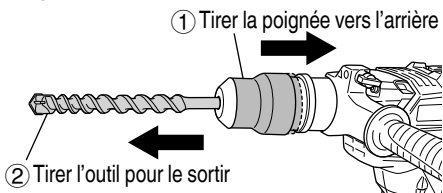

Fig. 11
- (3) Tirer sur l'outil pour s'assurer qu'il est bien verrouillé à fond.
- (4) Pour retirer l'outil, tirer complètement l'attache coulissante dans le sens de la flèche et sortir l'outil (Fig. 11).